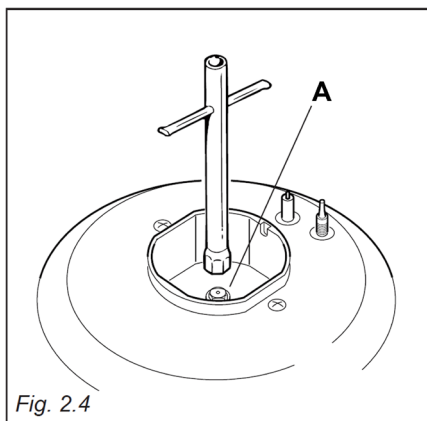

Fig. 2.4
- Con una chiave fissa sostituire gli ugelli "A" (fig. 2.4 - 2.5) con quelli idonei per il gas da utilizzare.